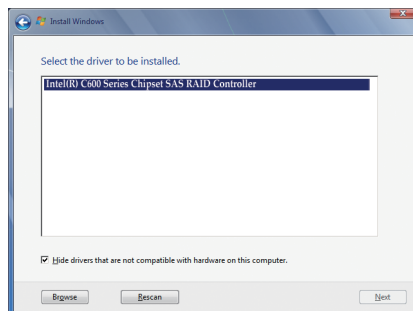

図 1
Intel C606の場合、**Intel(R) C600 Series Chipset SAS RAID Controller** (図 1)を選択します。**Next** をクリックしてドライバをロードし、OSのインストールを続行します。